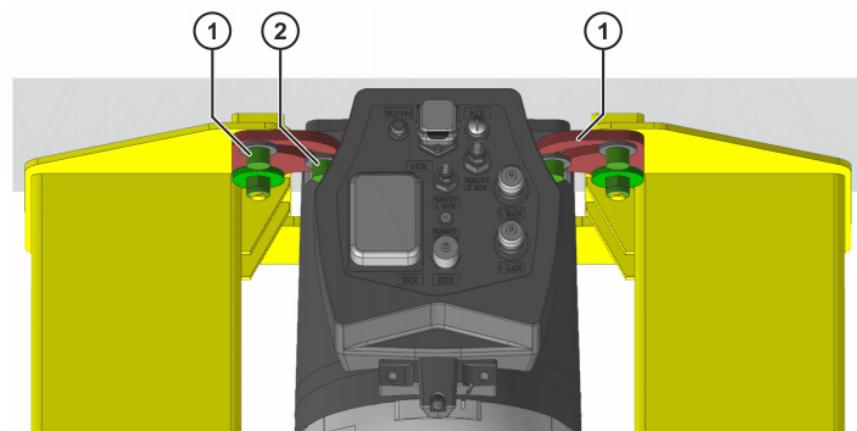

Abb. 11-16: Schwenkhalter positionieren und befestigen
15. Schwenkhalter auf Grundgestell positionieren (>> Abb. 11-16).